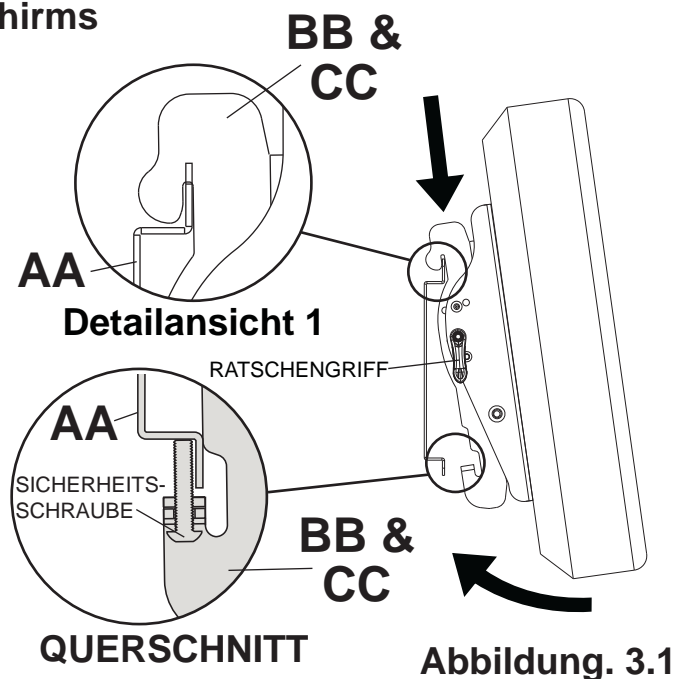

Abbildung. 3.1
**Anbringung des Bildschirms:** Der Ratschengriff muss sich in der oberen oder unteren Stellung befinden. Ansonsten kommt es zu Behinderungen beim Einhängen der Kipphalterungen in der Wandplatte (**AA**). Haken Sie die Kipphalterungen (**BB** und **CC**) langsam in die Wandplatte (**AA**) ein und schwenken Sie den Bildschirm wie in Abbildung 3.1 dargestellt nach unten. Die Haken der Kipphalterungen müssen ganz in die Wandplatte eingreifen wie in Detailansicht 1 dargestellt. Drehen Sie die Sicherheitsschrauben an den Kipphalterungen (**BB** und **CC**) mit Hilfe eines Kreuzschlitzschraubendrehers nach rechts, bis die Schraubenspitze wie im Schnittbild dargestellt sicher mit der Wandplatte Kontakt hat.